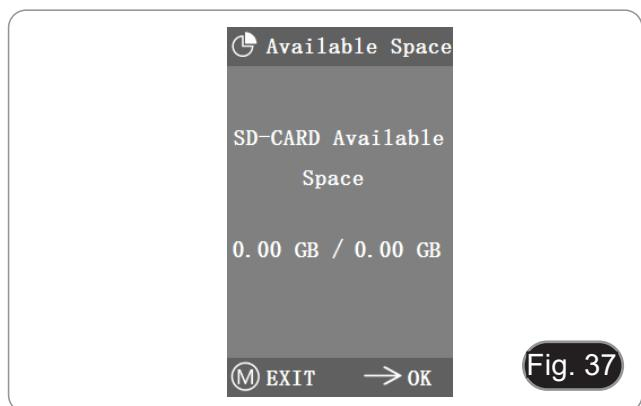

Fig. 37
2. Wenn "0.00 Gb /0.00 Gb" angezeigt wird (Fig. 37), wurde die SD-Karte nicht erfolgreich eingelegt; bitte versuchen Sie, sie erneut einzulegen.